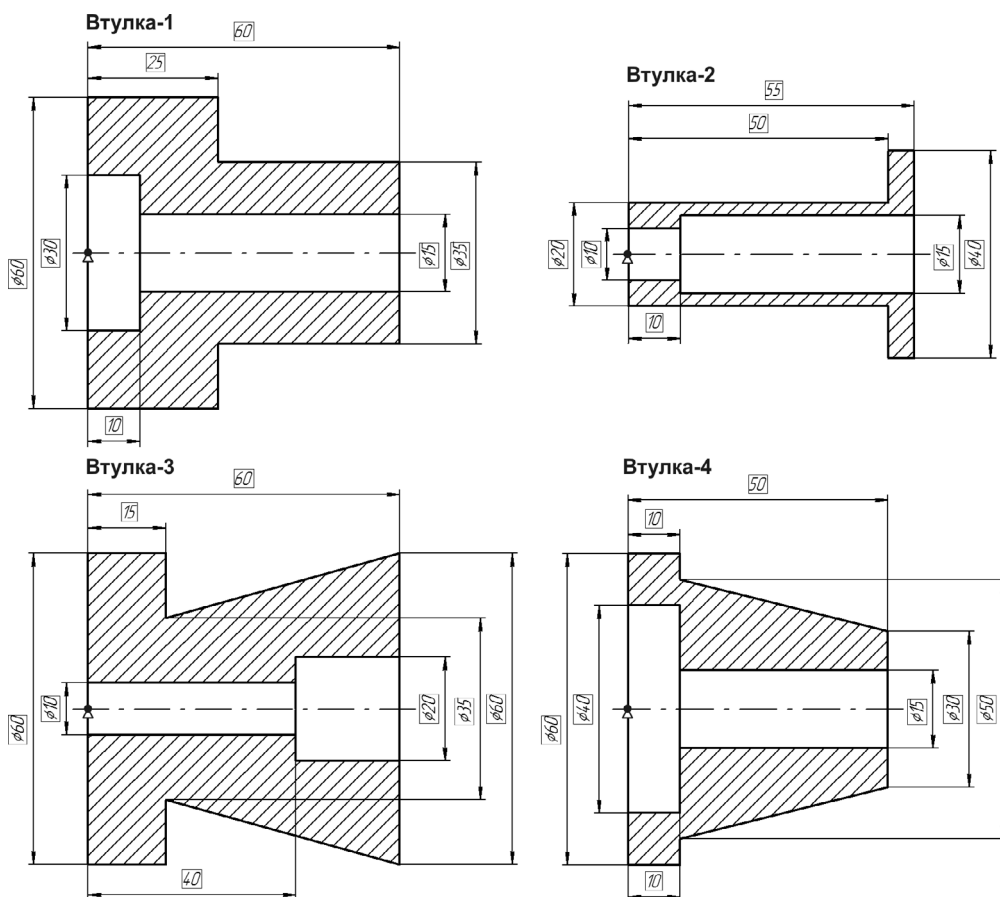

Рис. 66.1. Варианты чертежей параметрической модели
Параметрическая модель детали *Втулка* должна изменять свою форму при перемещении входящих в нее отрезков или их характерных точек относительно фиксированной точки. На основании параметрической модели редактированием геометрии и изменением значений размеров можно построить несколько разных чертежей (рис. 66.1).
4. Поскольку деталь уже имеет нужные размеры (рис. 66.1), просто сохраните документ на диске и закройте его.